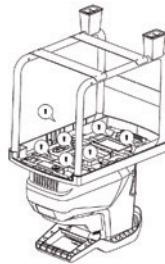

Fig.2
2. Installez les supports de devant et serrez les vis des supports de devant (figure 2).